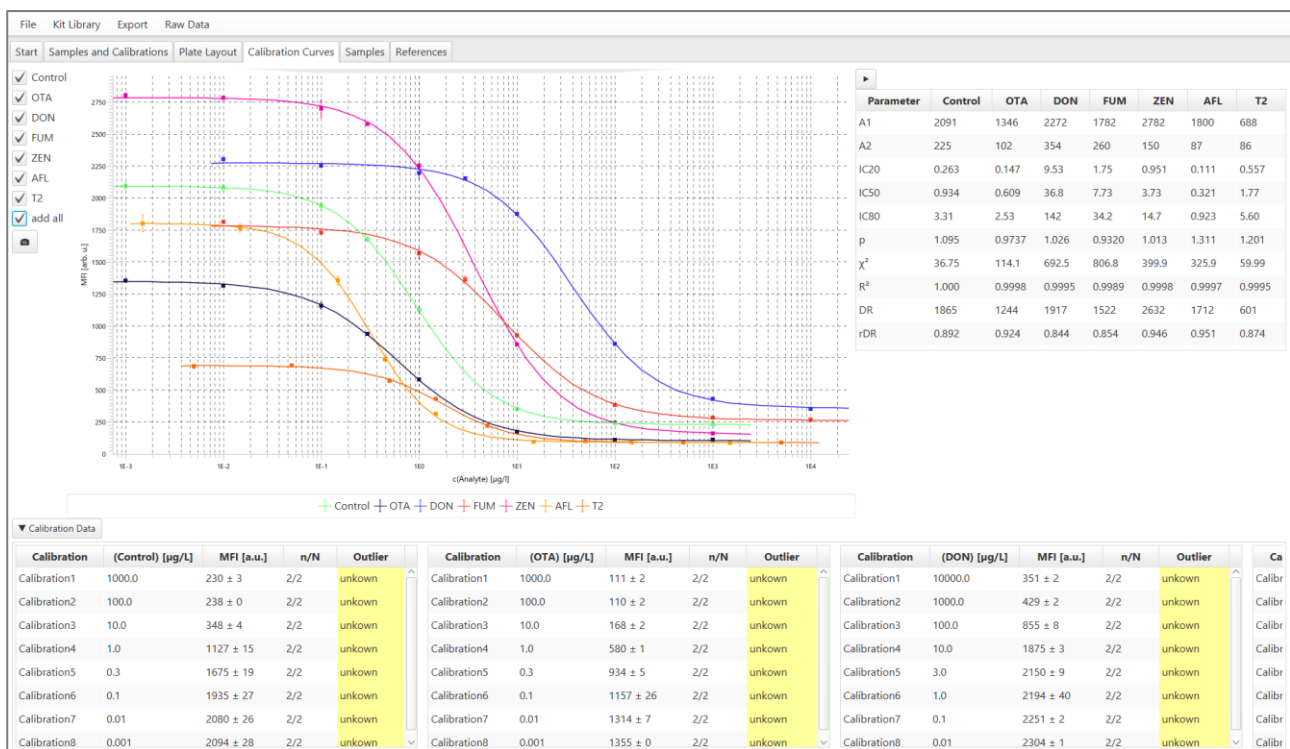

Abbildung 27. Übersicht über die Funktionen im Arbeitsbereich *Calibration*
3. Klicken Sie anschließend auf den Button *Calculate*. Anhand des Plate Layouts und der Messdaten der Kalibrationsstandards werden nun sigmoide Kalibrationskurven erstellt. Auf deren Grundlage erfolgt die automatische Berechnung der Gehalte in den Proben und Referenzproben (siehe Abbildung 27).